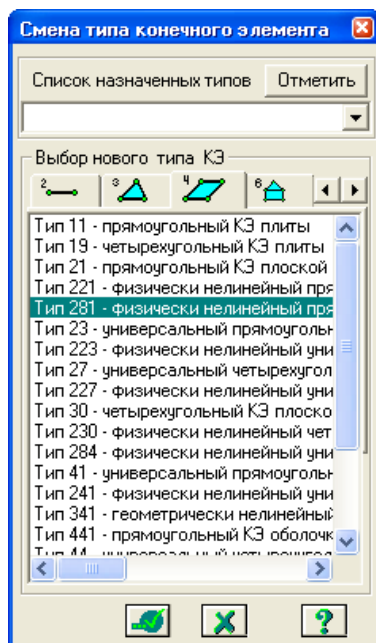

Рис.10.4. Диалоговое окно **Смена типа конечного элемента**
- В диалоговом окне **Смена типа конечного элемента** (рис.10.4) с помощью курсора выделите строку **Тип 281 – физически нелинейный прямоугольный КЭ плоской задачи (грунт)**.
- В диалоговом окне **Смена типа конечного элемента** (рис.10.4) с помощью курсора выделите строку **Тип 1 – КЭ плоской фермы**.